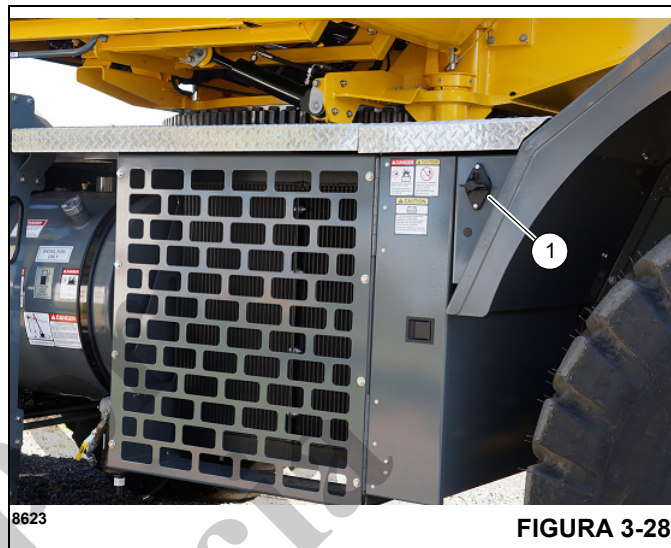

FIGURA 3-28
Compruebe que la manija del interruptor de las baterías (1) (Figura 3-28) esté en la posición ON (encendido) (la manija se ilustra en la posición de apagado).